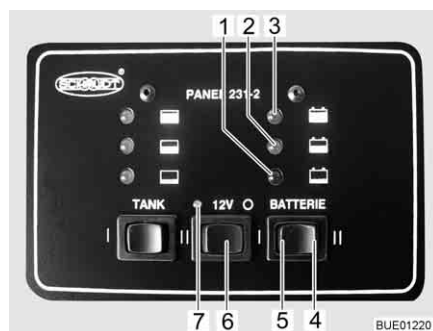

Bild 96 Panel
12-V-Hauptschalter Der 12-V-Hauptschalter (Bild 96,6) schaltet die 12-V-Versorgung des Wohnraums ein und aus.
Einschalten: ■ Wippschalter "12 V" (Bild 96,6) links drücken: Die 12-V-Versorgung des Wohnraums ist eingeschaltet. Die 12-V-Kontroll-Leuchte (Bild 96,7) leuchtet grün.
Ausschalten: ■ Wippschalter "12 V" (Bild 96,6) rechts drücken "O": Die 12-V-Versorgung des Wohnraums ist ausgeschaltet. Die 12-V-Kontroll-Leuchte (Bild 96,7) erlischt.
- Wippschalter "BATTERIE" links "I" (Bild 96,5) drücken: Ladezustand der Wohnraumbatterie wird angezeigt.
Die rechte Hälfte des Wippschalters "BATTERIE" "II" (Bild 96,4) ist ohne Funktion.
Rote Kontroll-Leuchte (Bild 96,1) mit Symbol "" leuchtet: Wohnraumbatterie ist entladen. Die Wohnraumbatterie sofort voll laden.
Gelbe Kontroll-Leuchte (Bild 96,2) mit Symbol "" leuchtet: Wohnraumbatterie ist halb entladen. Der Energievorrat der Wohnraumbatterie reicht nur noch für einen begrenzten Zeitraum. Die Wohnraumbatterie bald nachladen.
Grüne Kontroll-Leuchte (Bild 96,3) mit Symbol "" leuchtet: Wohnraumbatterie ist voll geladen.